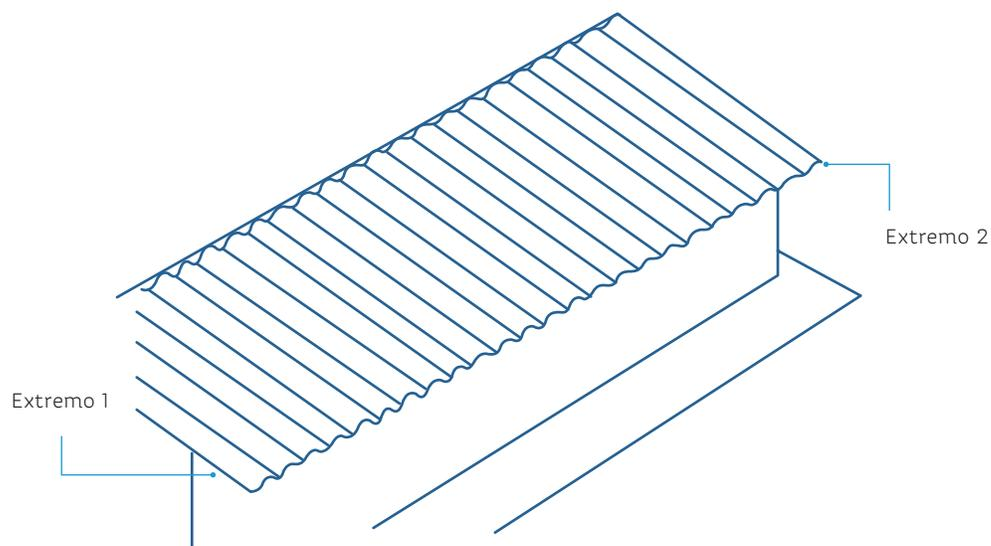

Figura 5.
a. Identifica en la vivienda el “Extremo 1” y el “Extremo 2”, ver Figura 5. Considera que el Extremo 1 se encuentra en el lado opuesto de la instalación del Tinaco y que será el punto más alto e inicio de instalación de la Canaleta, mientras que el Extremo 2 será el más bajo y donde se instalarán los Bajantes de Canaleta.
- d. Coloca un hilo y fíjalo en el Extremo 1, lleve el hilo hasta el Extremo 2 y sujétalo contemplando la distancia de inclinación al punto A (ver Figura 5).